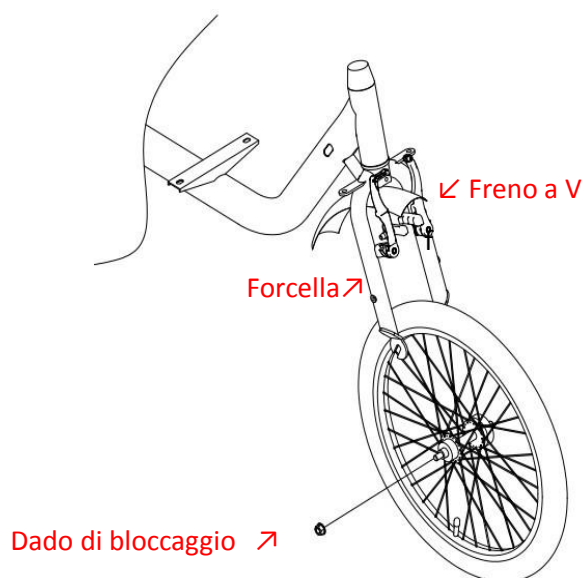

Figura 1
- b. Inserire il set ruota nell'apposita sede sulla forcella come indicato in figura 1, avvitare i dadi della ruota e serrarli. Tenere la ruota centrata mentre si stringono i dadi.